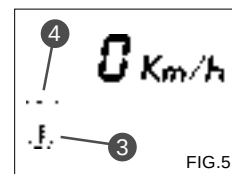

FIG.5
Cuando la temperatura hace excesiva la señal (2) de la fig. 1 se enciende y en el tablero se visualiza el simbolo de la temperatura (3) de la fig. 5; En este caso, para evitar posibles daños al motor por efecto del sobrecalentamiento, es aconsejable pararse, apagar el motor y no volverlo a encender hasta que la señal (2) se apaga. Si cuando el motor está encendido la señal (2) se enciende y en el tablero se visualiza el simbolo de la presión del aceite del motor (4), hay que controlar que el nivel del aceite del motor se encuentre entre los valores MIN y MAX (ver pag. 75 fig. 1) y en el caso que no sucediere proceder al llenado de aceite. Si sigue encendiéndose la señal, llevar el vehículo a lo de un concesionario CAGIVA.